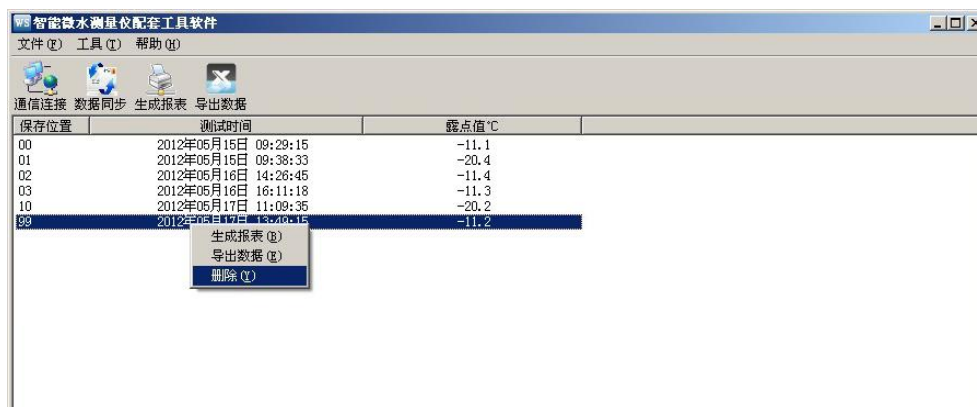

图 24 删除数据
(7)删除。选中一行数据，右键选择删除，将选中的数据从当前的列表中移除。如图 24 所示。